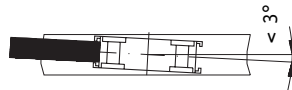

Abb. 6: Ausrichtung des Sensors
- Abstandmaße zwischen Sensor und Magnetband sowie Winkeltoleranzen beachten, diese müssen über die gesamte Messstrecke eingehalten werden! (siehe Abb.6)